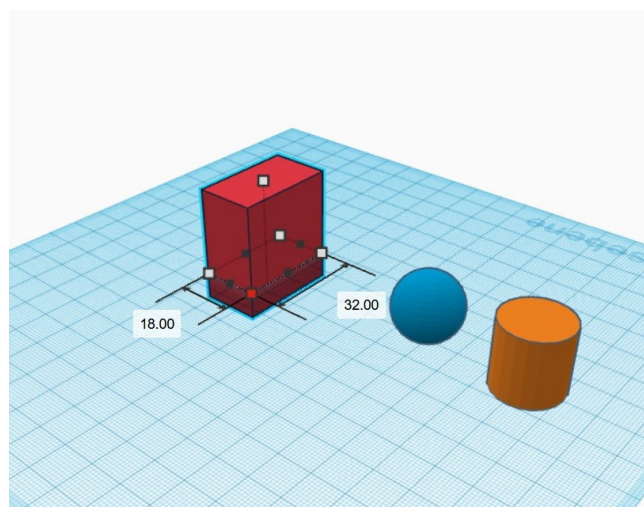

Abb. 2: Größenskalierung beim Quader
2. Die Größe des Quaders wird nun so angepasst, dass er deutlich breiter und höher als die Kugel ist. Dazu muss mit der Maus an den schwarzen oder weißen Quadraten am Objekt gezogen werden (Abb. 2).